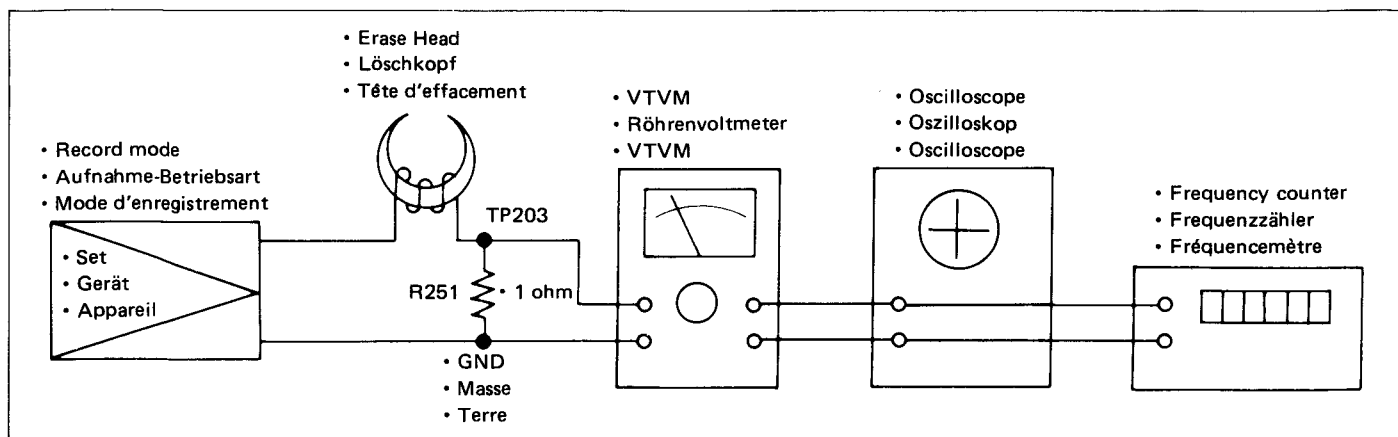

Figure 15-1 Abbildung 15-1
■ ERASE CURRENT CHECK (Refer to Figure 15-1)
■ ÜBERPRÜFUNG DES LÖSCHSTROMS (Siehe Abbildung 15-1)
■ VERIFICATION DU COURANT D'EFFACEMENT (Voir la Figure 15-1)